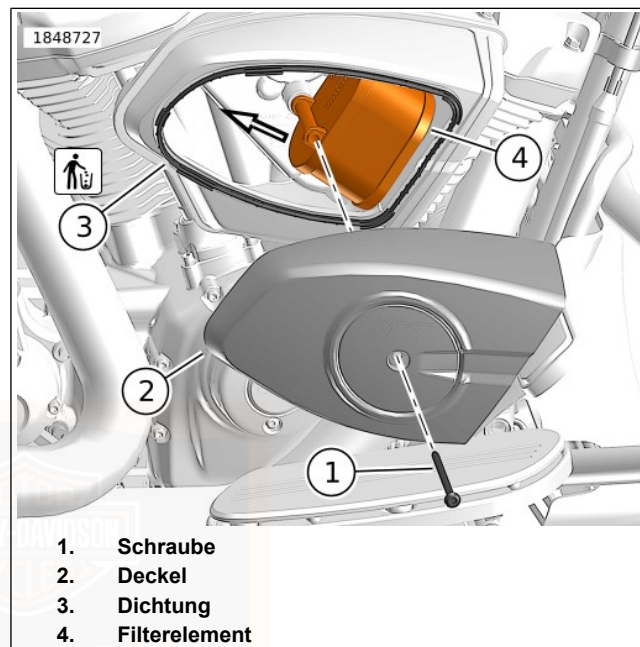

Abbildung 118. Luftfiltereinsatz
1. Siehe Abbildung 118. Die Luftfilterabdeckung entfernen.
- a. Die Schraube (1) entfernen.
- b. Den Deckel (2) entfernen.
- c. Den Filtereinsatz (4) in einem Aufwärtswinkel nach hinten bewegen, um ihn vom Schnorchel zu lösen.
- e. Dichtung (3) entfernen. Auf Schäden oder Verschleiß prüfen.
2. Die Dichtung (3) ersetzen, wenn sie beschädigt oder abgenutzt ist.
3. Siehe Abbildung 118. Den Luftfiltereinsatz anbringen.
- b. Den Filtereinsatz (4) auf den Schnorchel drehen und nach vorne in die Einbauposition drücken.
- c. Die Dichtung (3) mit der Nut im Luftfiltergehäuse ausrichten. Dichtung einbauen.
a. Die Abdeckung (2) anbringen.
b. Die Schraube (1) anbringen. Festziehen.